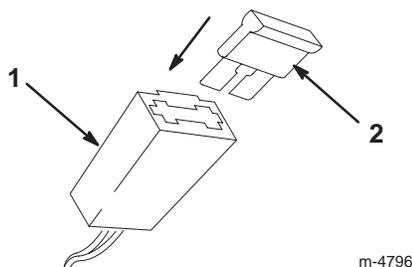

Figura 9
2. Inserte el fusible en el portafusibles según muestra la Figura 9.